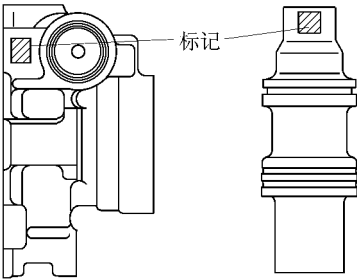

图 16-61 换上的阀应具有与后壳体上相同标记的字母
3) 如有必要，则应更换阀。换上的阀应具有与后壳体上相同标记的字母，如图 16-61 所示。